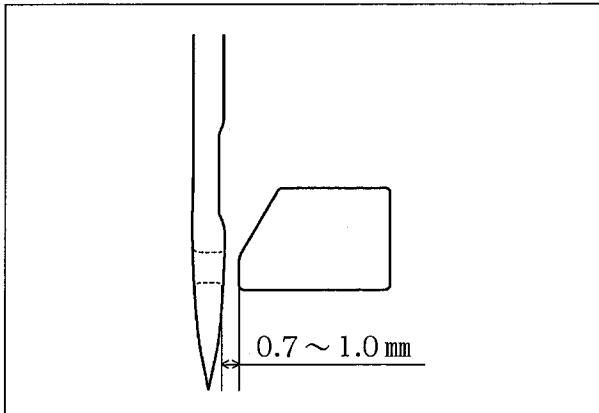

図 27
針が最も下がったとき、針と針受け(後)①のすき間が 0.7 ~ 1.0 mm であることを確認してください。(図 27)